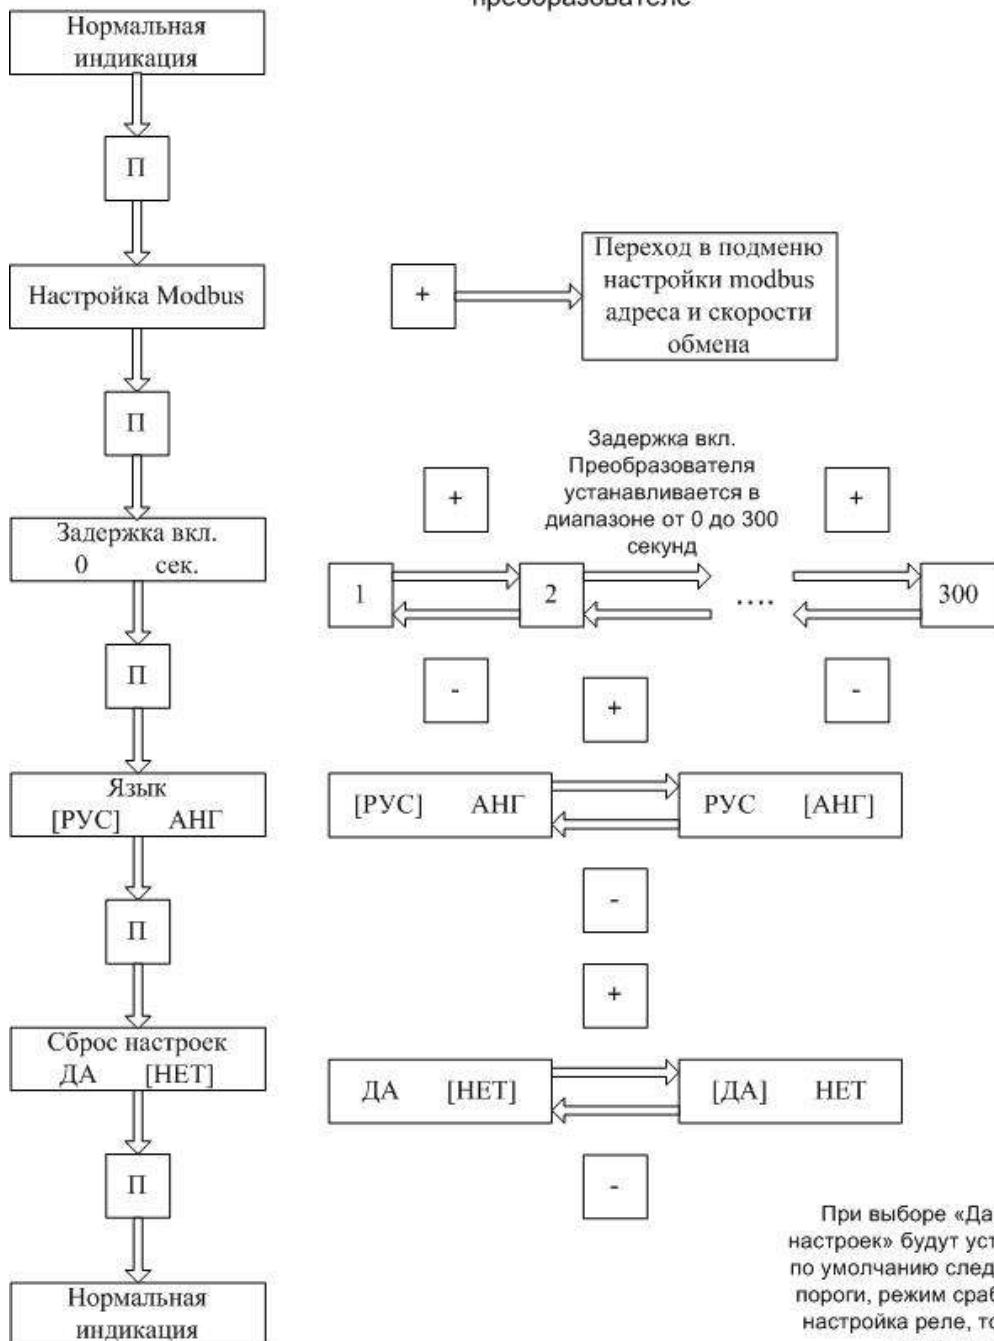

Рис. 9 – Меню настройки прибора без преобразователя
6.6.8 При отключенном преобразователе меню газоанализатора CCC-903 имеет следующую структуру (рисунок 9).